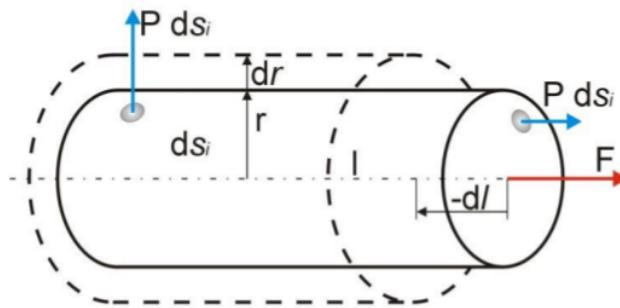

Abbildung 17
**Statisches Muskelmodell:** Das Modell basiert auf der Annahme, dass sich der Muskel wie ein idealer Zylinder verhält (vgl. Abbildung 17)!